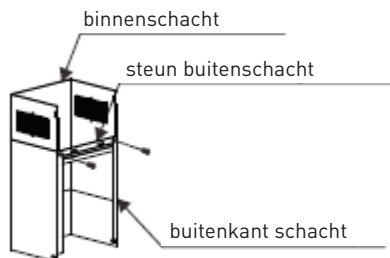
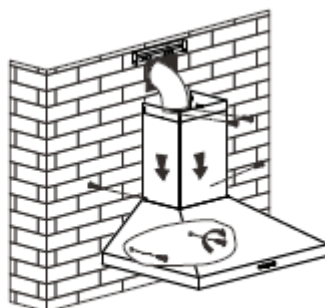

Afbeelding 3
Afbeelding 4
4. Plaat de convertor en de expansieleiding in de afzuigkap. Zie afbeelding 3. Plaats dan de afzuigkap op de haak en maak vast met 2 veiligheidsschroeven ST4\*30 mm (zie afbeelding 4 en 6) (expansieleiding niet inbegrepen).